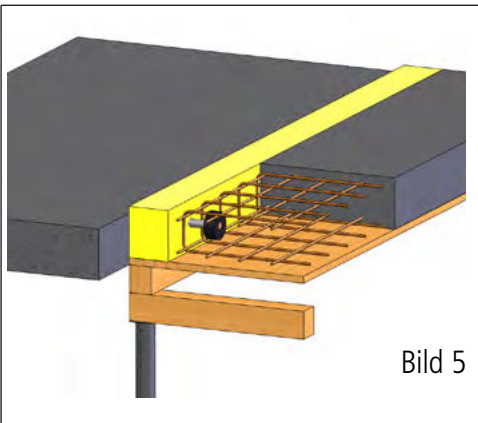

Bild 5
10. Verlegen der oberen und unteren Bewehrung ohne Kontakt mit dem **ZDE-OV** (Bild 5).